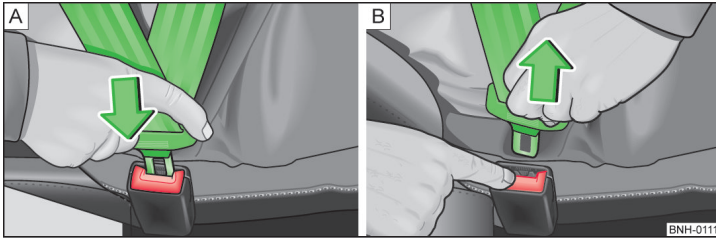

Abb. 5 Sicherheitsgurt anlegen / ablegen
- › Die Schloßzunge in das zum Sitz gehörende Gurtschloß » Abb. 5 - [A] stecken, bis diese hörbar einrastet.
- › Die rote Taste im Gurtschloß » Abb. 5 - [B] drücken, die Schloßzunge springt heraus.